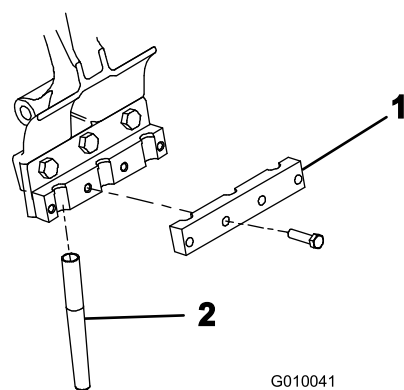

図 25
4. 各タイン・ホルダーにタイン・クランプを仮止めする；3/8 x 1-1/2 in ボルト 4 本を使用する（図 25）。この時点ではまた本締めしないこと。